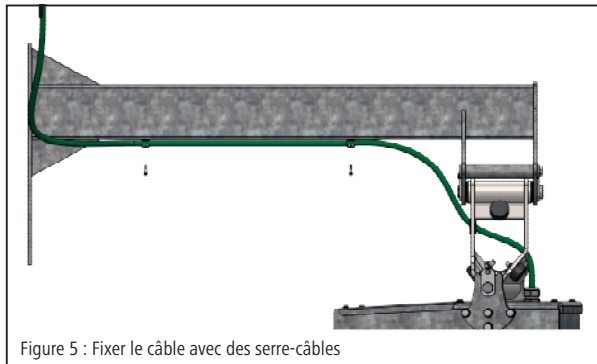

Figure 5 : Fixer le câble avec des serre-câbles
8. Se servir d'une plaque d'arrêt (Fig. 4 – Pt 11), d'une vis (Fig. 4 – Pt 11), d'une rondelle plate (Fig. 4 – Pt 12) et d'un écrou autobloquant (Fig. 4 – Pt 13) pour bloquer la vis de fixation M14 contre tout risque de détachement. Fixer le câble moteur au bras de fixation avec des serre-câbles et des vis autobloquantes (Fig. 5).